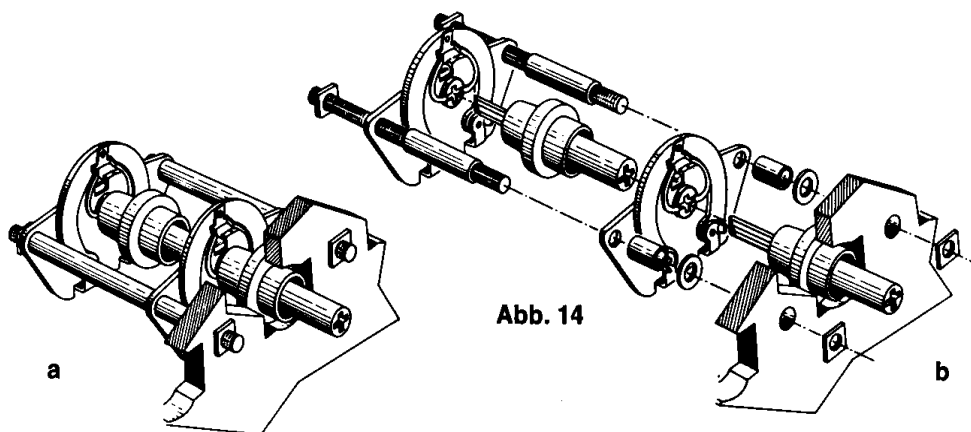

Abb. 14
der Seite mit den Ösen her. Schiebe jetzt über beide Gewindestangen je ein Abstandsstück 25 mm (55). Setze nun das zweite Trimm-Potentiometer in gleicher Weise wie das erste auf die Gewindestange. Die beiden Verlängerungsachsen greifen nun ineinander. Schiebe zwei Abstandsstücke 8 mm (56) und Unterlegscheiben (35) auf die Gewindestangen (Abb. 14). Die so entstandene Einheit stecke von innen durch die Vorderplatte und schraube von außen zwei Muttern (33) auf die Gewindestangen. Die Anschlußdrähte werden wieder mit Spiralfedern (22) in den Ösen festgeklemmt.